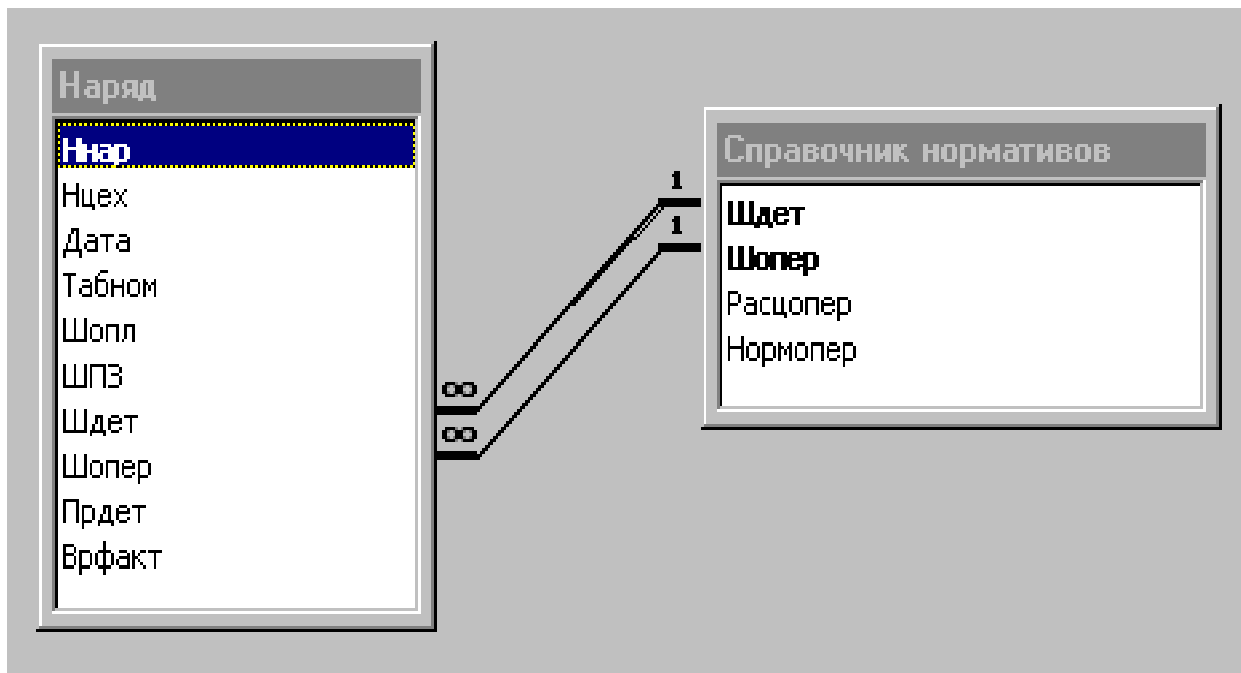

Рис. 23. Схема связи между таблицами «Наряд» и «Справочник нормативов»
2. Создать связь между таблицами «Наряд» и «Справочник нормативов» по ключевым полям, рис. 23. При создании связи включить механизм «Обеспечение целостности данных».